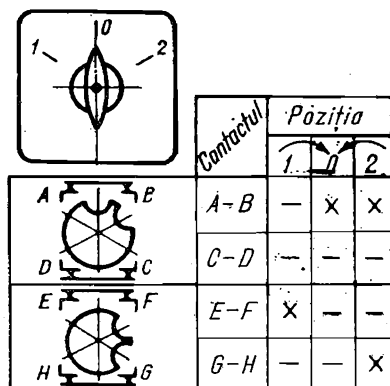

Fig. 2.124. Schema comutatorului inversor bipolar cu revenire din 2 poziții
*Comutatorul tip C.16.02.32.002, din fig. 2.124, are 2 etaje, 4 contacte și 3 poziții: 0 — contactul A-B închis; 1 — contactul E-F închis; 2 — contactele A-B și G-H închise.*